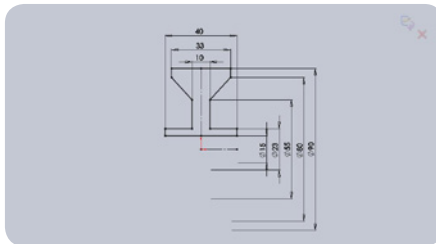

Figura 7.4 – Dimensionando um esboço a ser revolucionado
3.1 Clique em Dimensão inteligente na barra de ferramentas Esboço. Dimensione as linhas como mostrado na Figura 7.4. Para tanto, clique no ponto a dimensionar, depois na linha de centro e, por fim, o grande segredo: passe o ponteiro do mouse para baixo da linha de centro. Automaticamente a dimensão é colocada como se fosse o diâmetro da peça.